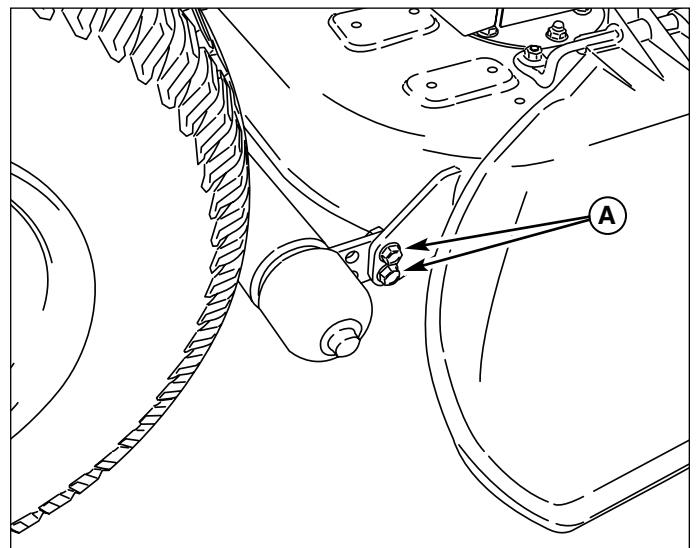

Figure 32. Mise à niveau de barre de rouleaux
5. Localisez la visserie de mise à niveau de la barre de rouleaux sur le côté droit du carter de tondeuse (A, Figure 32). Desserrez cette visserie et levez ou abaissez la barre de rouleaux jusqu'à ce que le niveau correct soit atteint, puis resserrez cette visserie. Répétez les étapes 4 et 5 si nécessaire.